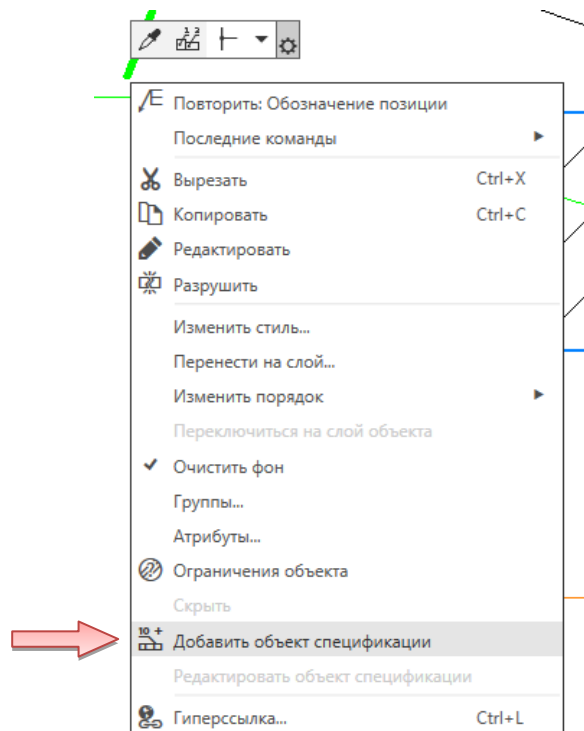

Рис. 4.71. Добавление объекта спецификации «Кольцо»
- Откройте контекстное меню ПК мыши и выберите «Добавить объект спецификации» (рис. 4.71).
- Откройте меню «Управление» → «Спецификация» → «Добавить объект спецификации» (см. рис. 4.71).